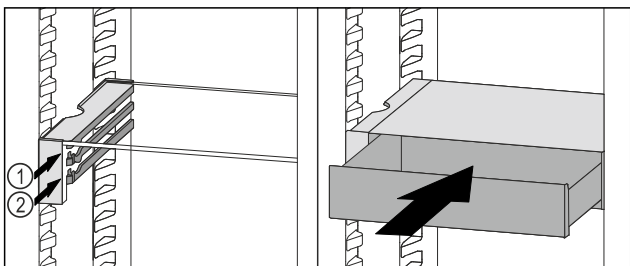

Fig. 101
- ▶ Placer le tiroir VarioSafe derrière les butées sur la nervure désirée Fig. 101 (1) ou Fig. 101 (2).